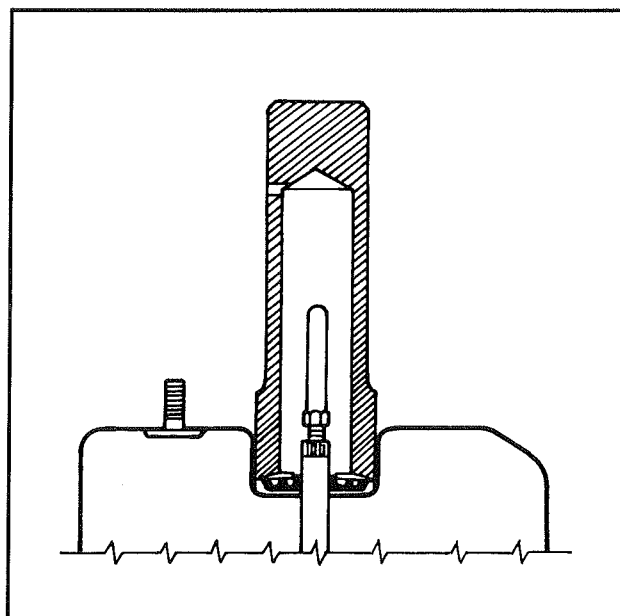

Fig. 15
- Monter l'anneau d'arrêt du joint à l'aide d'un tube \varnothing extérieur 30 (Fig. 15).